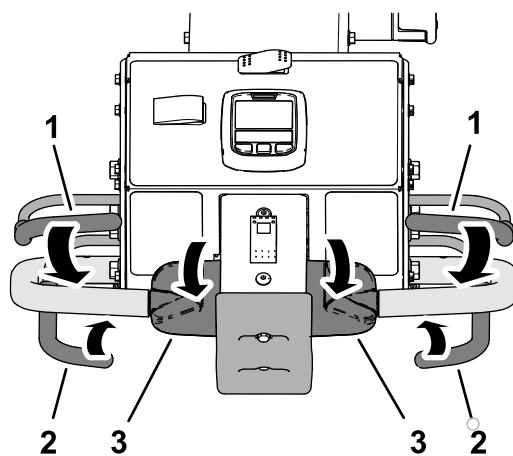

Figura 37
2. ینی oricare dintre manetele pentru prezența operatorului la bara de ghidare, roții partea superioară a comenzii traciune înainte și închideți maneta de aerare (Figura 37).